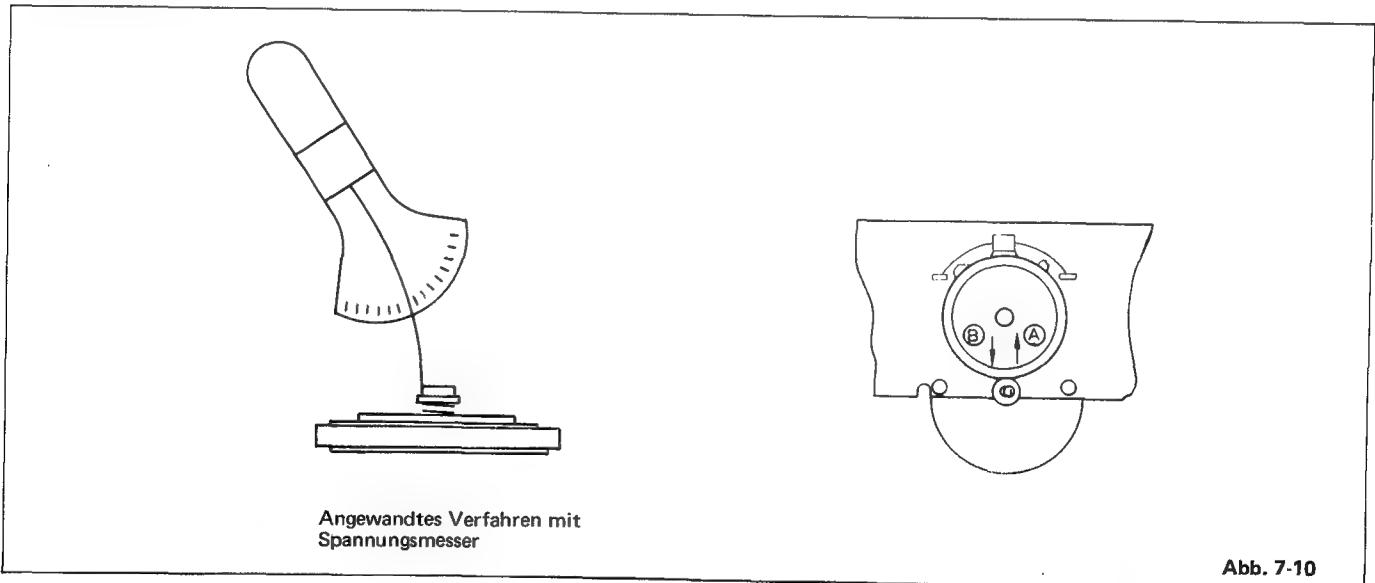

Abb. 7-10
- 2) Wie aus Abb. 7-10 ersichtlich, bewegt man die Spulenzwischenrolle zur Mitte hin.
- 3) Die Spulenzwischenrolle wie Abb. 7-10 gezeigt mit dem Spannungsmesser in Pfeilrichtung (A) drücken, bis sie von der Spulenmotor-Rillenscheibe getrennt ist.
- 4) Wie aus Abb. 7-10 ersichtlich, die Spulenzwischenrolle wieder langsam in Pfeilrichtung (B) zurückgehen lassen und überprüfen, ob der Wert des Spannungsmessers in dem Moment, wenn die Spulenzwischenrolle die Spulenmotor-Rillenscheibe berührt, sich innerhalb des Bereichs 55 bis 75 g befindet.